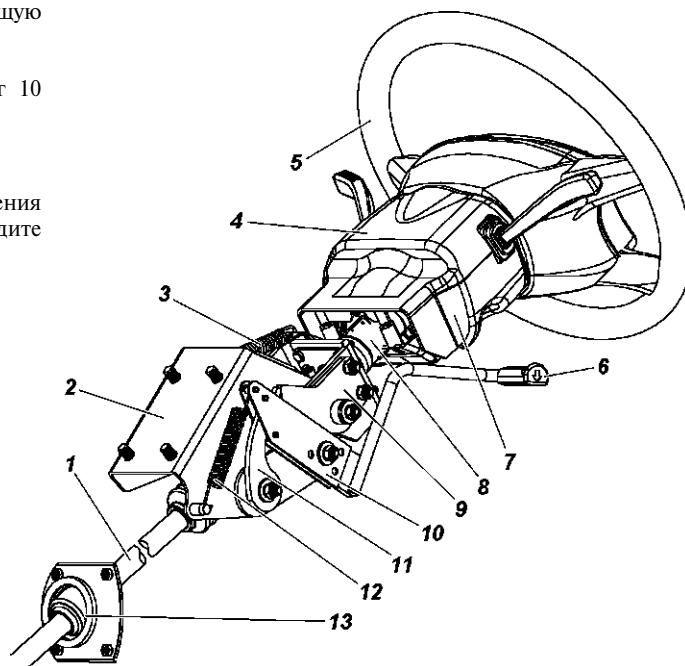

Рис. 12.4. Снятие рулевой колонки:
2. Снимите кожухи 4, 7 (рис. 12.4) рулевой колонки.